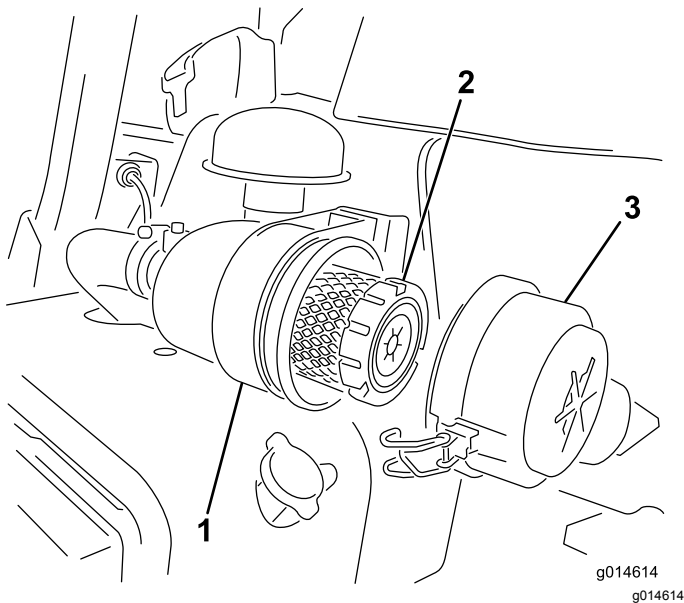

Bild 41
1. Lösen Sie die Riegel, mit denen die Abdeckung an der Luftfilterabdeckung befestigt ist (Bild 41).
6. Befestigen Sie die Laschen (Bild 41).